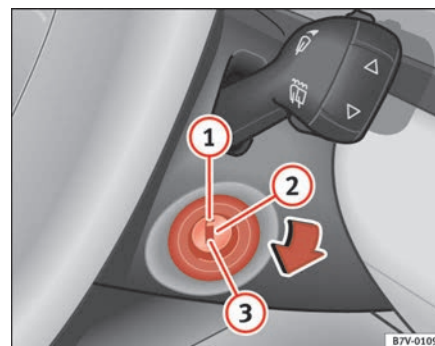

Fig. 125 Posiciones de la llave de contacto
En la posición ⇒ fig. 125 ① el encendido está desconectado y se puede bloquear la dirección.
- Gire la llave de contacto hasta la posición ⇒ **página 170, fig. 125**  para poner en marcha el motor.
- Gire la llave hasta la posición $\Rightarrow$ **página 170, fig. 125 ②**. El testigo  se enciende durante el ciclo de precalentamiento del motor.
- En cuanto se apague el testigo, gire la llave de encendido a la posición **③** para poner en marcha el motor y no pise el acelerador.
- Gire la llave de contacto a la posición ⇒ página 170, fig. 125 **1**.